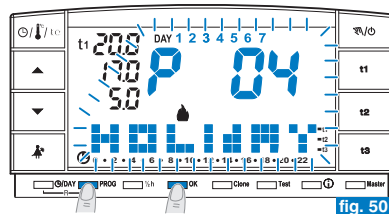

fig. 50
- Premere ripetutamente il tasto **PROG** sino a quando sul display apparirà la scritta **P04 HOLIDAY** ad intermittenza; confermare premendo il tasto **OK** (fig. 50).